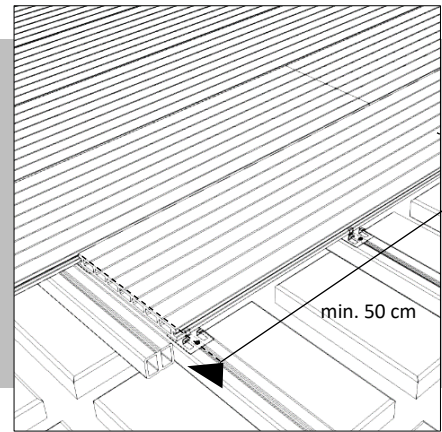

FIG. 7
- Om een stabiel terras te waarborgen, wordt geadviseerd om de terrasdelen in (wild)verband te monteren, met een minimum verschil van 50 cm (Fig. 7).